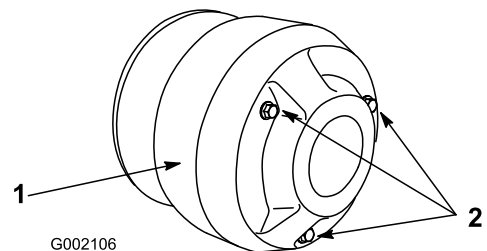

Bild 46
3. Entfernen Sie die drei Schrauben, mit denen die Abdeckung an der Kupplung befestigt ist und nehmen Sie die Abdeckung ab (Bild 46).